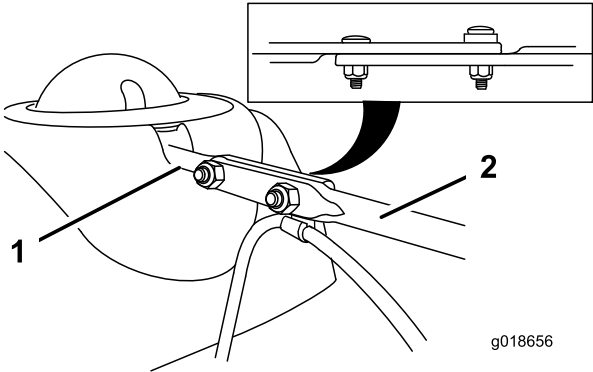

Figura 14
- Alinhe a extremidade posterior achatada da calha comprida com a extremidade frontal achatada da barra curta que sai do painel de controlo para que fiquem próximas (Figura 14).